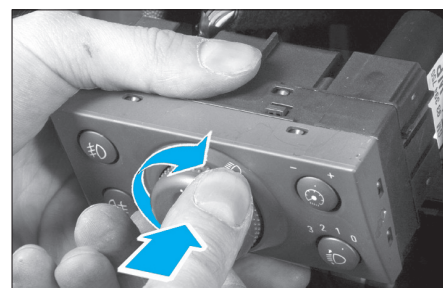

FIG. 19
- Appuyer et tourner sur la commande des projecteurs pour la déverrouiller (Fig.19).